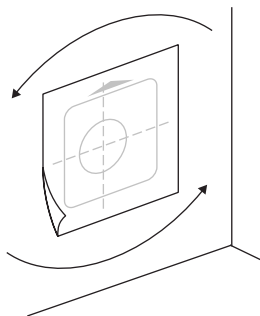

Рисунок 6.2.
3. Сориентируйте шаблон для монтажа согласно выбранному типу размещения (рис. 6.2). Приложите шаблон для монтажа к стене и наметьте место для бурения канала воздуховода. Пробурите канал²⁶ воздуховода согласно требованиям, указанным на рисунке 6.3. Для предотвращения загрязнения отделки помещения при бурении используйте промышленный пылесос с водосборным кольцом.